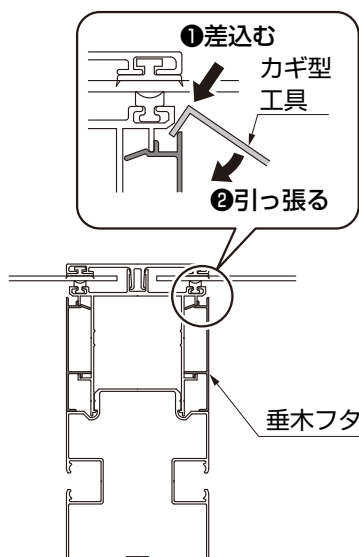

図1-2
- 手順①は垂木フタの端部で行なうと取外ししやすいです。
- 垂木フタは、フィンに引っ掛けた工具を引っ張ると取外せます。(図1-2参照)